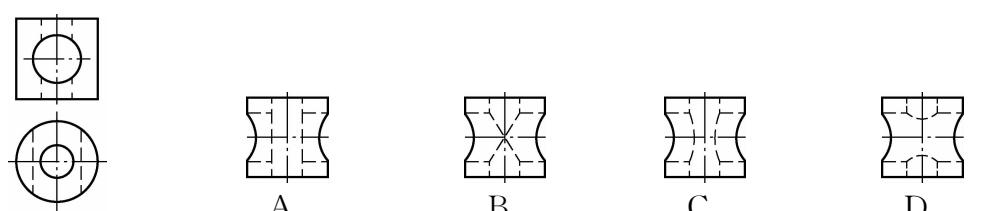

图 1-3-3
3. 根据图 1-3-3 所示的主、俯视图, 正确的左视图是( )。